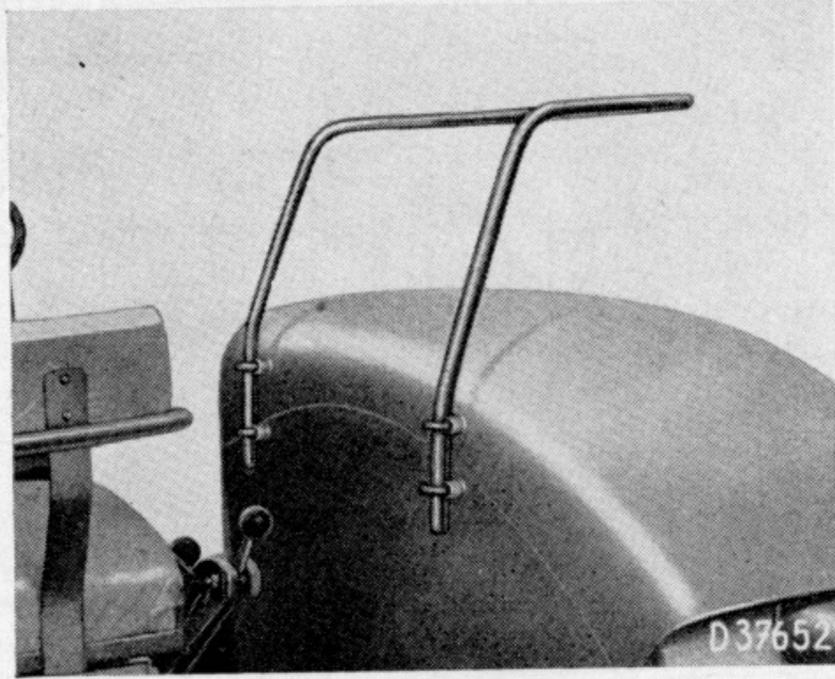

Bild 254. Beifahrersitz rechts
15. Zweiter Beifahrersitz rechts (Bild 254).
16. Sitzkissen für Beifahrersitz (Bild 254).